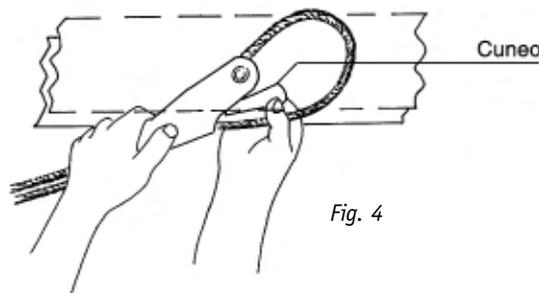
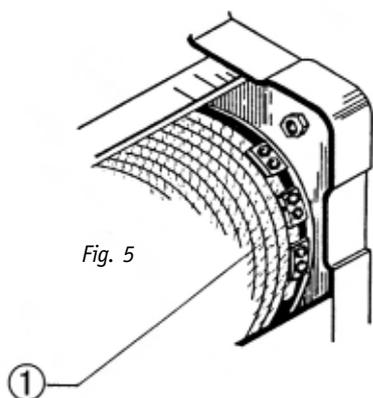

Fig. 4
Fig. 5
Per lo smontaggio della fune: sfilare il cuneo capofisso (Fig. 4), quindi togliere il capo della fune dalla staffa e sfilare la fune dalle pulegge bozzello ed eventuale rinvio. Svolgere completamente la fune dal tamburo premendo il pulsante "discesa" della pulsantiera di comando, fino all'estremità del tamburo. Allentare le viti di fissaggio morsetti della fune (Fig. 5).
Montaggio fune nuova: infilare la fune all'ultimo morsetto di fissaggio facendo uscire di circa 40 mm il capo della fune; stringere le viti del morsetto (Fig. 5 - pos. 1) serrando la fune fino allo schiacciamento della stessa. Premere il pulsante di salita della pulsantiera di comando e mantenendo la fune tesa, avvolgerla fino a metà tamburo per permettere il montaggio del relativo anello guidafune.